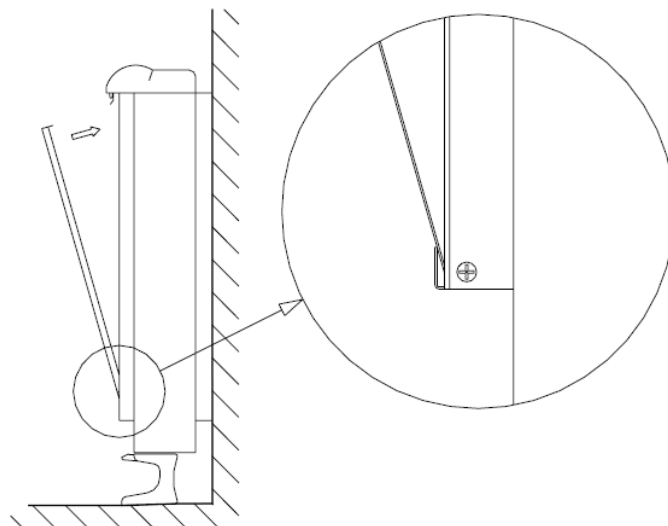

Рис. 4
9. Установите нагревательные элементы в исходное положение. Установите в теплонакопитель внутреннюю переднюю панель. Если все кирпичи установлены правильно, установить панель будет легко (рис. 4).